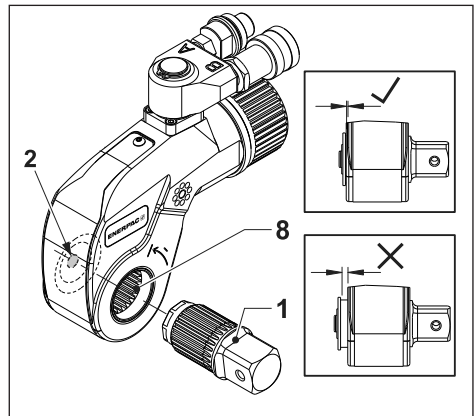

図3
3.2.1 ドライブシャフトを取り付けるには (図3)
- ・ ドライブシャフト (1) をラチェット (8) に挿入します。
- ・ 解除ボタン (2) を押したままにします。
- ・ ドライブシャフト (1) を押し、所定の位置にロックされるまで回します。その後、解除ボタン (2) を放します。
3.2.2 ドライブシャフトを取り外すには (図3)
- ・ ドライブシャフト (1) がロッキング機構から外れるまで引っ張ります。
- ・ ドライブシャフト (1) をラチェット (8) から完全に取り外します。
3.3 ドライブ方向を選択するには (図3)